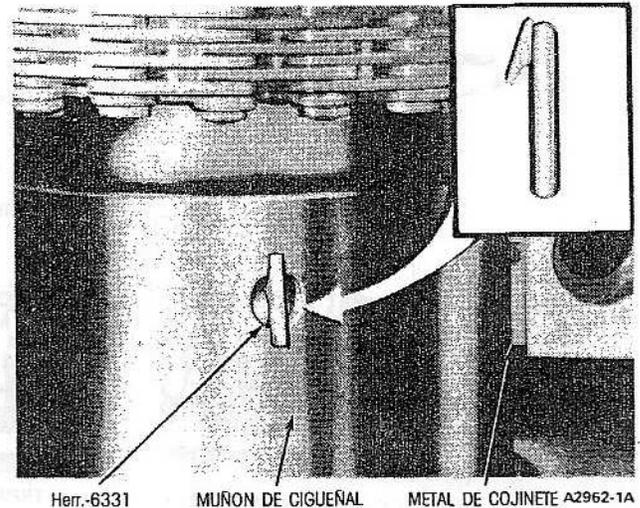

Fig. 38. Remoción o Instalación del Metal Superior del Cojinete Principal
4. Introduzca la herramienta extractora de la mitad superior del cojinete Herramienta (6331) en el agujero de aceite del cigüeñal (Fig. 38).